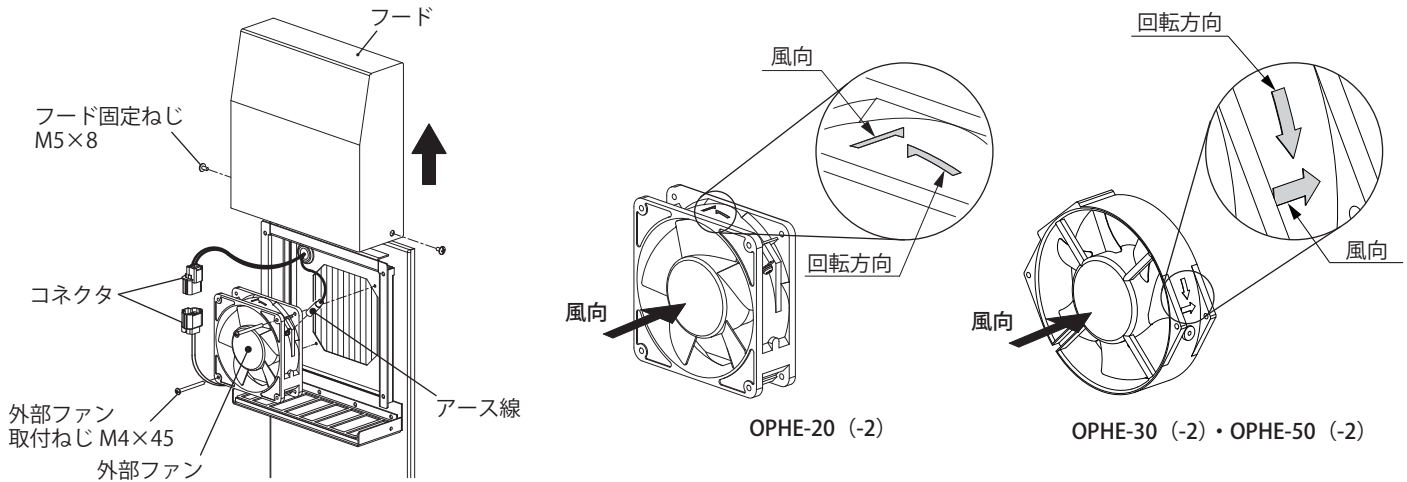

図 13
- ・ファンに刻印された風向の矢印が本製品の内側に向くように取付けてください。(図 13)